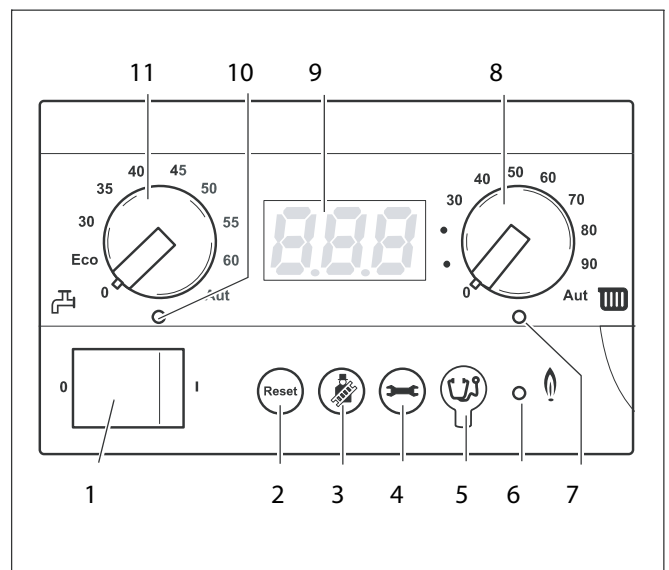

Fig. 4 Regolatore di base BC10
Con l'interruttore di esercizio (fig. 4, **pos. 1**) è possibile accendere e spegnere la caldaia.
In caso di guasto, può essere necessario riavviare la caldaia con il tasto "Reset" (fig. 4, **pos. 2**).